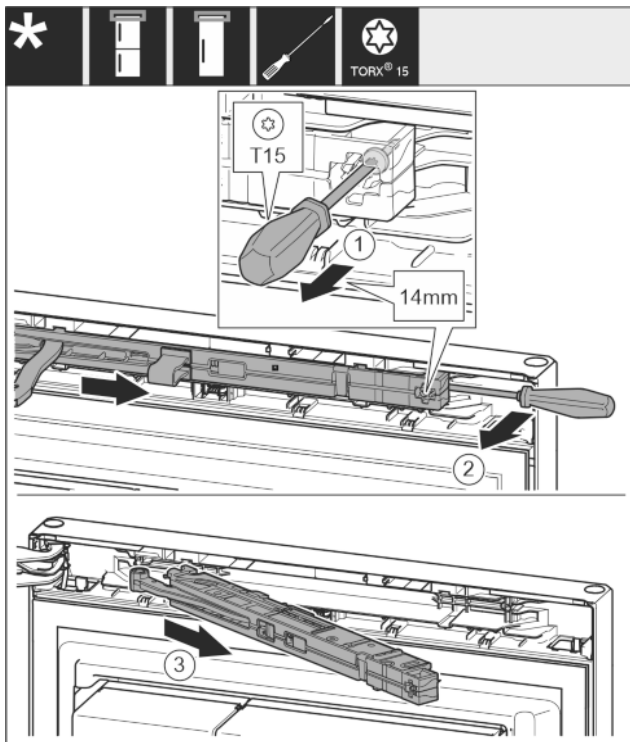

Fig. 9
- ▶ Soltar el tornillo de la unidad del amortiguador de cierre aprox. 14 mm con el destornillador T15. Fig. 9 (1)
- ▶ Con un destornillador, desplazar por el lado del tirador detrás de la unidad del amortiguador de cierre y girar hacia delante. Fig. 9 (2)
- ▶ Extraer la unidad del amortiguador de cierre. Fig. 9 (3)